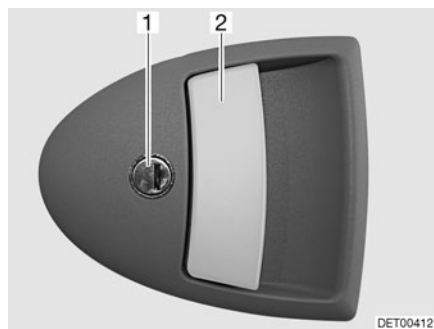

Fig. 22 Cerradura de la puerta, en el exterior
- Introducir la llave en el cilindro de cierre (Fig. 22,1) y girar en sentido de las agujas del reloj hasta que esté desbloqueada la cerradura de la puerta.
- Tirar del tirador de la puerta (Fig. 22,2). La puerta está abierta.
- Introducir la llave en el cilindro de cierre (Fig. 22,1) y girarla en sentido contrario a las agujas del reloj hasta que esté bloqueada la cerradura de la puerta.